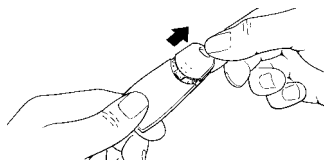

Fig. 15
- 1 Ouvrir le fond en le tirant comme dans la Figure 15.